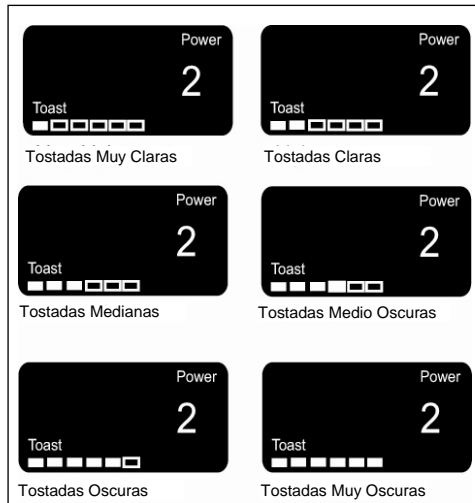

Fig. 11
4. Presione las flechas hacia arriba/abajo para seleccionar el color de las tostadas. (Fig. 11)